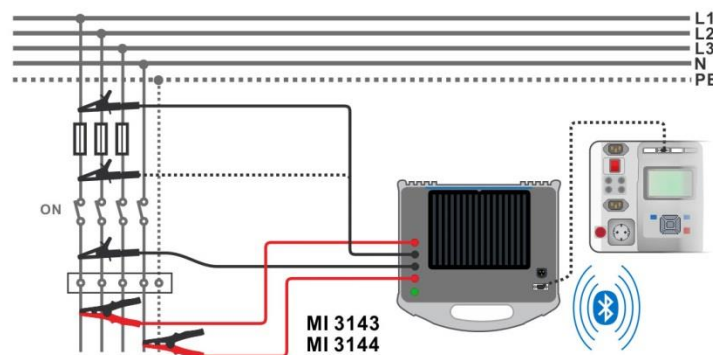

Abbildung 6.81: Hochstromwiderstandsmessung
- › Schließen Sie die Prüfleitungen am zu testenden Objekt an, siehe **Abbildung 6.81**. Ausführliche Informationen finden Sie in **der Bedienungsanleitung für MI 3143 – Euro Z 440 V** oder **MI 3144 – Euro Z 800 V**.